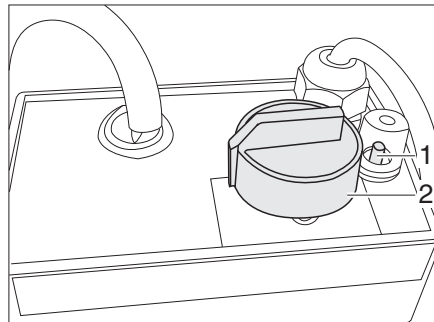

Fig. 305 Regolatore del riscaldamento elettrico del pavimento/riscaldamento del letto
- Ruotare il pomello girevole (Fig. 305,2) portandolo sullo stadio di riscaldamento desiderato.
- Ruotare il pomello girevole (Fig. 305,2) portandolo in posizione "0".
Se il regolatore viene sovraccaricato, interviene la protezione contro il surriscaldamento. Il nottolino (Fig. 305,1) fuoriesce.
- Inserire il nottolino (Fig. 305,1) della protezione contro il surriscaldamento dopo che il regolatore si è raffreddato.